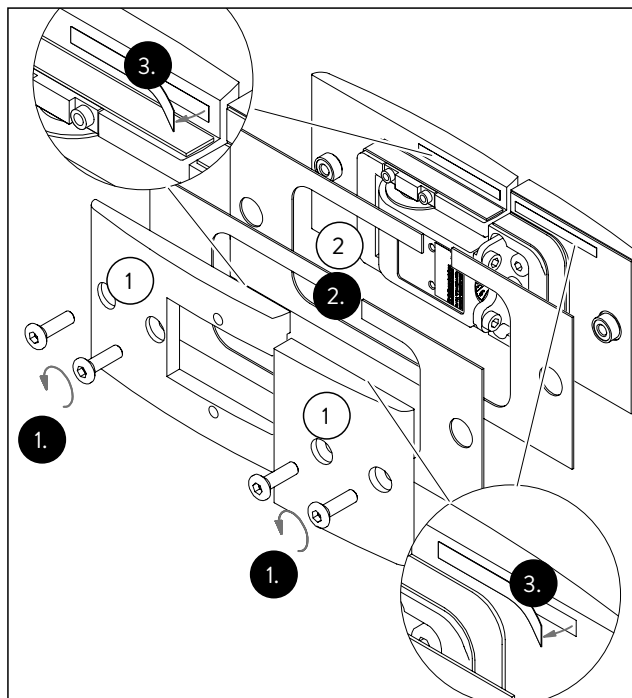

Fig. 28 Preparación de las bisagras de doble acción
1. Destornillar las contraplacas (Fig. 28/1).
2. Seleccionar las juntas intermedias (Fig. 28/2) adecuadas según el espesor del vidrio (consultar la tabla en el capítulo 4.2).